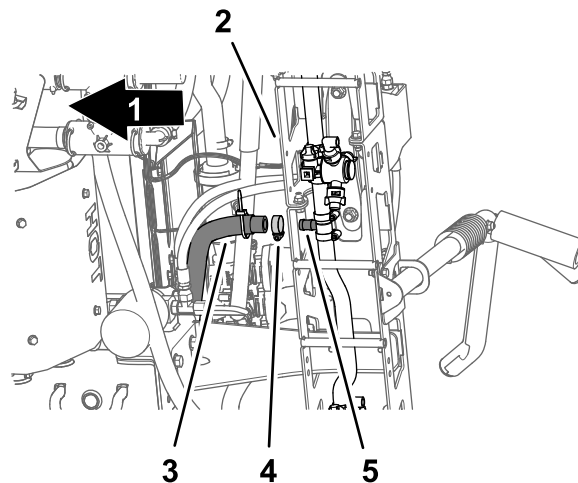

Figura 36
5. Sob a secção de pulverização central, retire a braçadeira de tubos que prende o tubo de alimentação para a secção de pulverização central à união estriada em T (Figura 36).